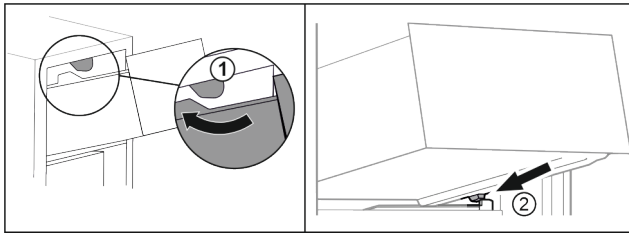

Fig. 69
- ▶ Schubfach um die oberen Stopfer herumführen. Fig. 69 (1)
- ▶ Schubfach schräg hinter den unteren Stopfern auf Behälterrippe aufsetzen. Fig. 69 (2)